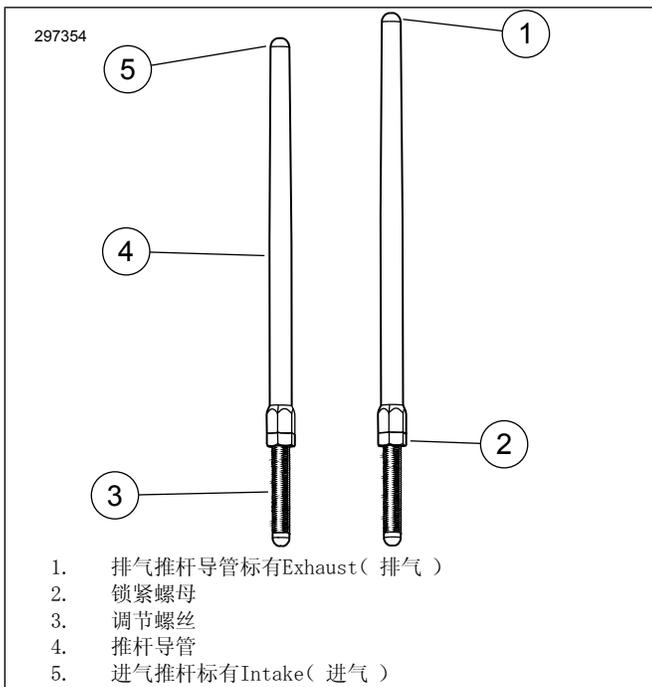

图1。可调推杆
6. 参见图 1。松开所有推杆上的锁紧螺母，然后将它们调节到最短长度。